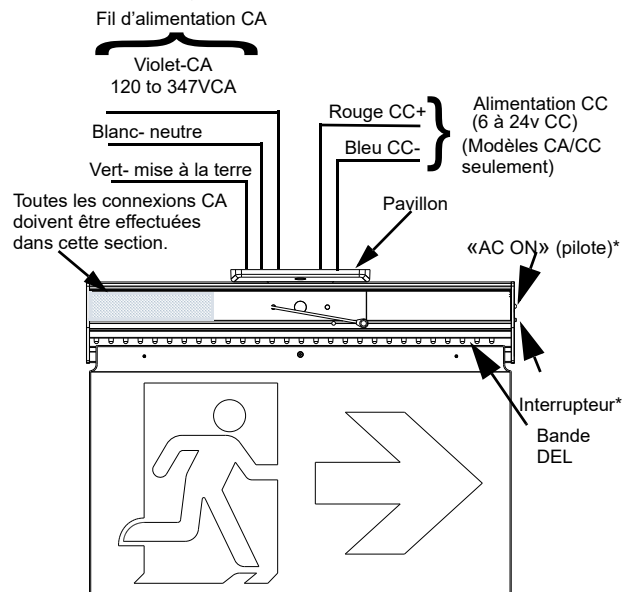

Figure 3
- a. Fixez les fils d'alimentation en courant alternatif aux fils de rallonge fournis (suivez le câblage électrique de la figure 3).
- c. Faites passer les fils fournis par le trou central de l'auvent et fixez l'auvent à la plaque de l'araignée à l'aide des vis fournies (5).
- d. A l'aide d'un tournevis, poussez le bouton vers l'intérieur du boîtier. Faites passer les fils fournis par le trou central et montez le boîtier sur l'auvent à l'aide des vis fournies (7).
- b. Fixer l'auvent au boîtier à l'aide des vis (7) et des contre-écrous fournis (12).
- c. Fixez les fils d'alimentation en courant alternatif aux fils de rallonge fournis (suivez le câblage électrique de la figure 3).
- e. Fixer la plaque de fixation à la boîte de jonction à l'aide des vis de la boîte de jonction (3).
- g. Fixer l'assemblage auvent/boîtier à la plaque de fixation à l'aide des vis fournies (5).
5. Connexions électriques (voir figure 3):
- a. Attach the AC supply leads to the extension wires supplied (follow the electrical wiring in Figure 3).
- c. Feed the supplied wires through the center hole of the canopy and attach the canopy to the spider plate using the screws provided (5).
- d. Use a screwdriver to push the knock out towards the inside of the housing. Feed the supplied wires through the center hole and mount the housing to the canopy with the screws provided (7).
- b. Fasten the canopy to the housing using screws (7) and lock nuts provided (12).
- c. Attach the AC supply leads to the extension wires supplied (follow the electrical wiring in Figure 3).
- e. Fasten the spider plate to the junction box using the junction box screws (3).
- g. Fasten the canopy/housing assembly to the spider plate using the screws provided (5).
5. Electrical connections (see Figure. 3):